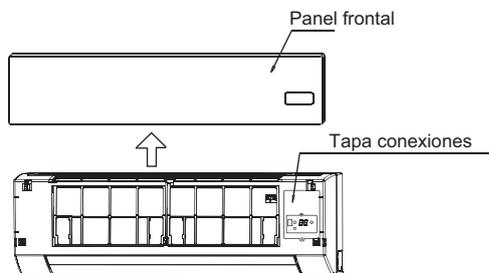

Fig.7-1
- 1 Saque el panel frontal, después quite la tapa de conexiones (Ver Fig.7-1).